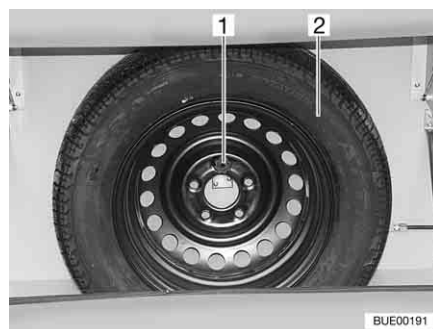

Bild 227 Ersatzrad-Halterung
Die Ersatzrad-Halterung ist im Gaskasten angebracht. Das Ersatzrad (Bild 227,2) ist gegen Aufpreis erhältlich.
- Schraube (Bild 227,1) lösen.
- Ersatzrad (Bild 227,2) entnehmen.